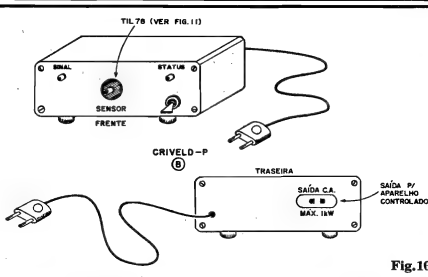

Fig. 10
- FIG. 10 - ACABAMENTO DO RECEPTOR/MÓDULO DE POTÊNCIA - Obviamente "não portátil", dimensões não são críticas no módulo receptor do CRIVELD... Entretanto, em nome da estética e da praticidade, convém agasalhar o conjunto num caixa funcional, mais ou menos nos moldes sugeridos na figura... Na parte frontal do conjunto podem ficar os dois LEDs indicadores, devidamente identificados, o foto-sensor (embutido numa pequena reentrância e eventualmente dotado de um filtro - ver fig. 11) e o interruptor geral... Na traseira da caixa podem situar-se a tomada de Saída para a carga controlada e a passagem do "rabicho" de alimentação C.A. geral... Pés de